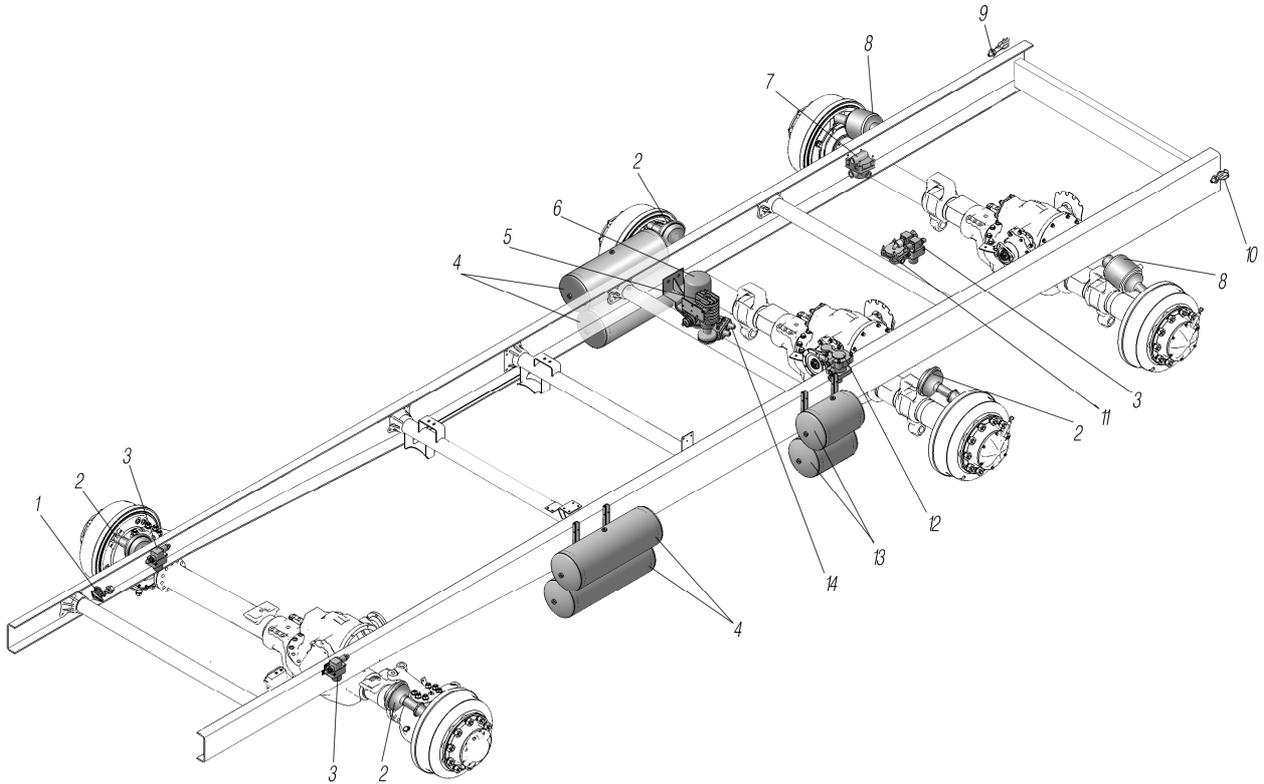

Рисунок 5.7
*¹ См. рисунок 5.7
See figure 5.7
*¹ См. рисунок 5.7, 5.10